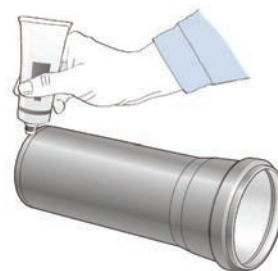

Fig.2
3) Lubrificare la parte da innestare con il lubrificante COES (Fig.2).
3) Lubricate the part to be inserted with COES lube (Fig.2).